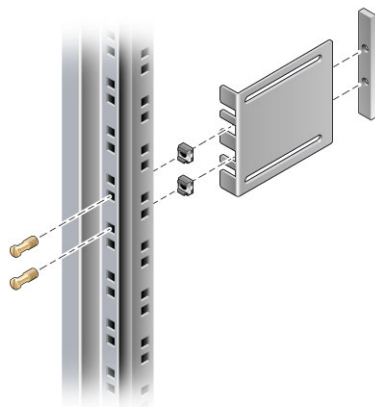

図 3-10 ラックへの固定部品の取り付け
7. 短い固定部品をそれぞれ持ち上げてラックの「前面」の取り付け位置に合わせ、ラック前面の各支柱に取り付けます (図 3-10)。
M6 真鍮製カラーねじ 2 本と M6 ケージナット 2 つ (必要に応じて)、およびねじ受け 1 つを使用して、各固定部品を取り付けます (図 3-10)。
8. 長い固定部品をそれぞれ持ち上げてラックの「背面」の取り付け位置に合わせ、ラック背面の各支柱に取り付けます (図 3-10)。